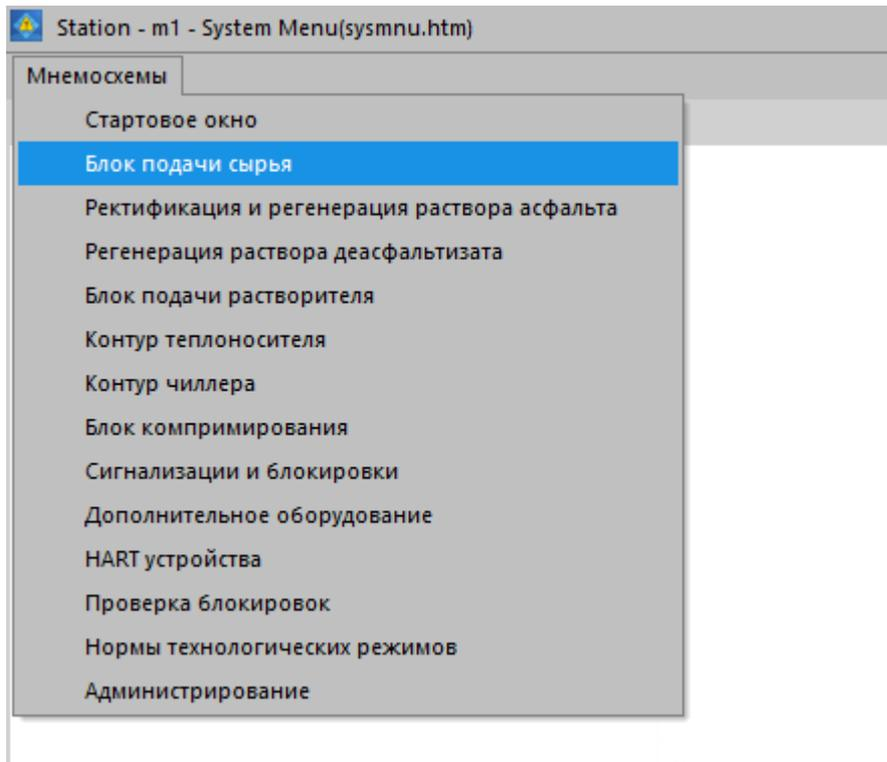

Рисунок 3 – Выбор окна для перехода
- Далее, на каждом из рабочих мониторов необходимо перейти на те окна, которые вы хотите отобразить. Для этого – на каждом из мониторов - в верхней части окна станции щелкните кнопку «мнемосхемы» и выберите окно, которое вы хотели бы отобразить. Произойдет переход на соответствующее окно (Рис. 3, 4);